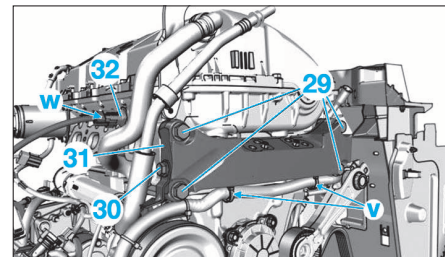

FIG. 55
- Déposer les vis (29), (30) (Fig.55).
- Déposer le support moteur intermédiaire droit (31).
- Déconnecter le connecteur de l'électrovanne (32) en (w).